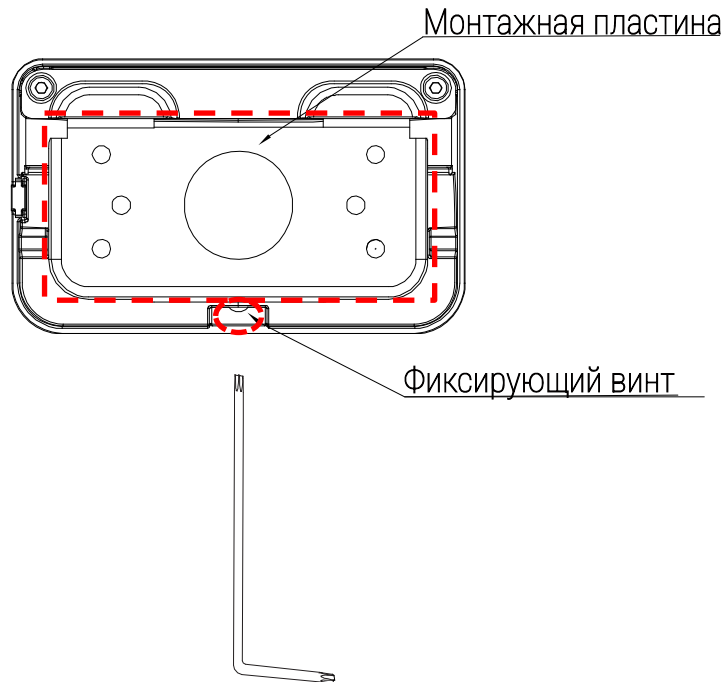

Рисунок 4.2 – Монтаж
1. С помощью ключа S3.0 «Шестигранник» ослабьте фиксирующий винт и отсоедините монтажную пластину от кронштейна (Рисунок 4.2).